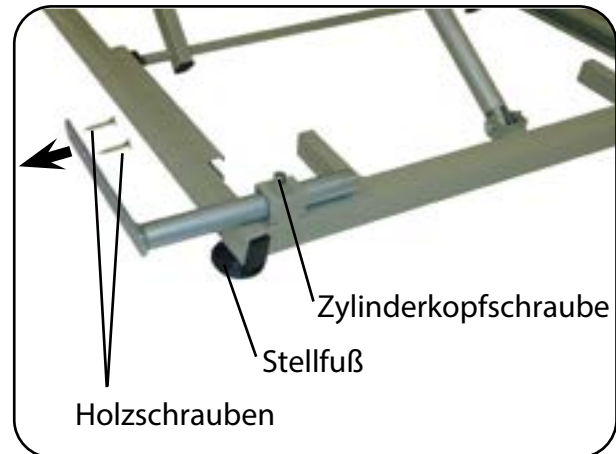

Abb. 6.3.01 - Bettrahmenbefestigung
2. Gleichen Sie gegebenenfalls Unebenheiten im Boden über die vier verstellbaren Stellfüße aus (Abb. 6.3.01).
4. Befestigen Sie die Bettrahmenbefestigungen, möglichst senkrecht, mit jeweils zwei Holzschrauben am Bettrahmen (Abb. 6.3.01). Prüfen Sie vorher, die Eignung der Holzschrauben (3,5 x 20) für Ihren Bettahmen.
5. Fixieren Sie die Bettrahmenbefestigung, indem Sie die Zylinderkopfschrauben mit dem Innensechskantschlüssel fest ziehen (Abb. 6.3.01).